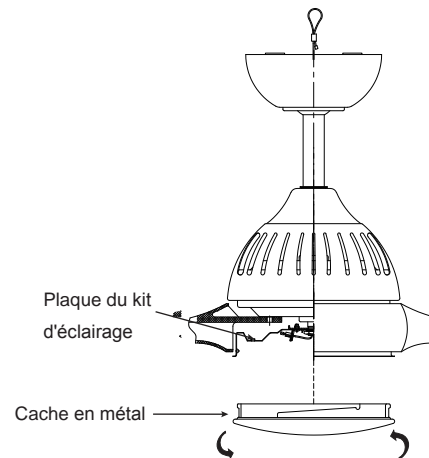

Fig. 18
Étape 1. Pour faire tourner le ventilateur sans l'éclairage, passez l'étape ci-dessus. Installation du kit d'éclairage à LED et du cache en verre ci-dessus et procédez comme suit : Fixez le cache en métal sur la plaque du kit d'éclairage en le tournant fermement (Fig. 18)